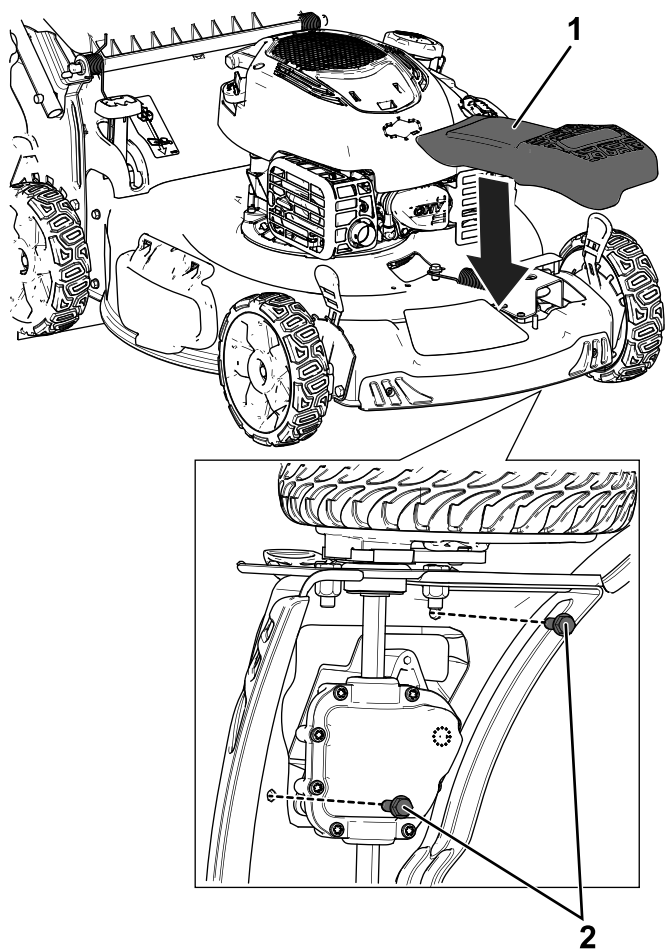

図 8
3. 図 8 のように、ブレードドライブと2本のベルトを取り付ける。